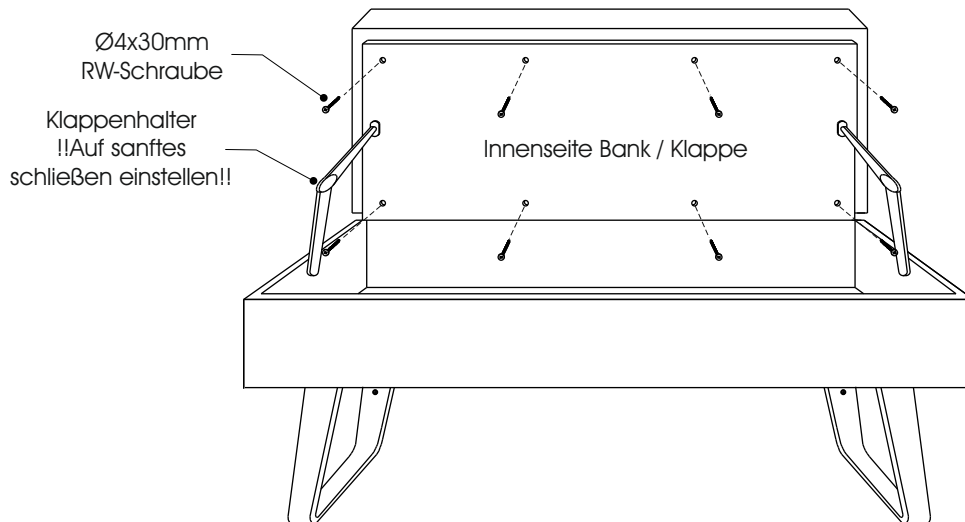

Abb. 3
7. Stellen Sie, durch drehen der Stellschraube am Klappenhalter, diesen so ein, dass die Klappe beim Schließen sanft nach unten fällt. (Abb. 3 / 4)
3. Drehen Sie den Sockelgleiter auseinander. (Abb. 2) und stecken das Zapfenteil in die entsprechenden Bohrungen des Unterbodens. Sichern Sie den Gleiter mit je einer $\text{\O}4 \times 13\text{mm}$ RW-Schraube. Anschließend wird das Gleitelement wieder aufgeschraubt. (Abb. 3)